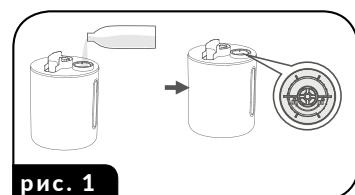

рис. 1
1. Снимите выпускную крышку (10) с резервуара для воды (6).
2. С основания увлажнителя (1) снимите резервуар для воды (6), держа его за ручку (9), а затем переверните его вверх дном. Открутите пробку заливного отверстия (7), расположенную на дне резервуара.
3. Налейте в резервуар максимально 5 литров холодной (рис. 1), лучше деминерализованной воды с температурой, не превышающей 40°C. Установите и закройте крышку (7).
4. Переверните резервуар и установите его на основании (1). После установки резервуара, две черточки на корпусе основания должны совпадать с двумя черточками на корпусе резервуара.